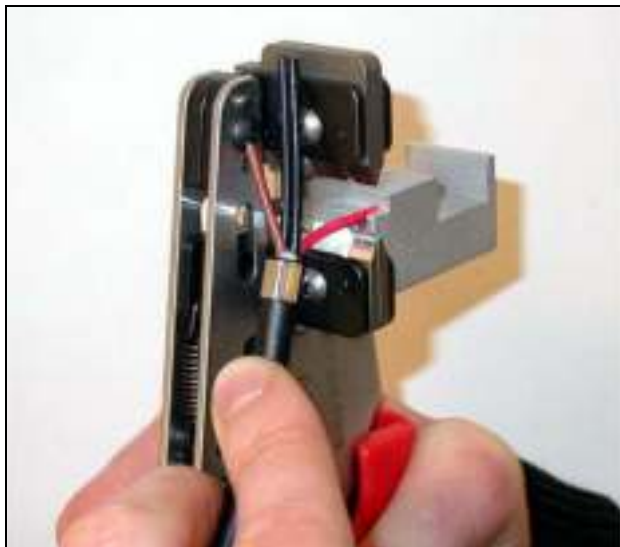

рисунок 30.10: Зачистка медного провода
- 9 Снимите красную и коричневую изоляцию с медных проводов, упирая их в ограничитель инструмента для зачистки проводов (инструмент 5, см. рисунок 30.10).